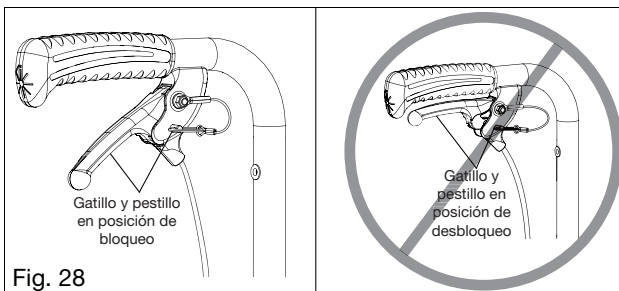

Fig. 28
- b. Inserte el pin fijado al pestillo dentro del orificio en la montura del pestillo. Ver Fig. 28.